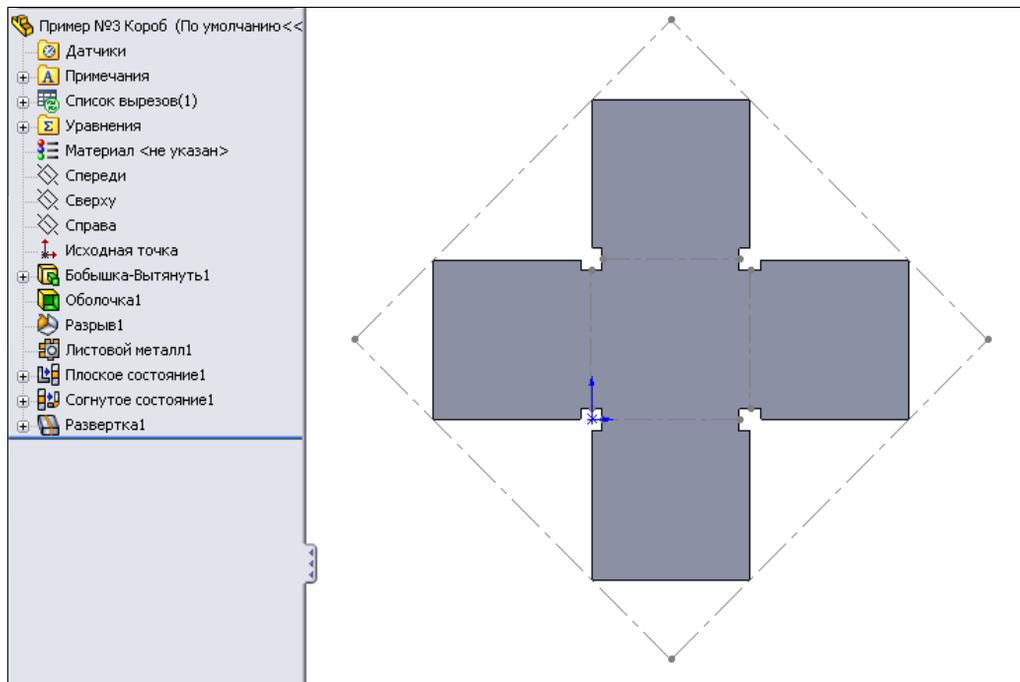

Рис. 4.52
- Теперь деталь Короб полностью готова к построению развертки. Для построения полной развертки в Дереве Конструирования выберем строку **Развертка1**, активизируем контекстное меню, нажав правую кнопки мыши, и выберем в этом меню команду  — **Высветить**. В результате вся построенная ранее деталь развернется в плоскости основания короба (рис. 4.52). Таким образом, будет построена развертка детали, на которой штрихпунктиром нанесены линии сгиба.